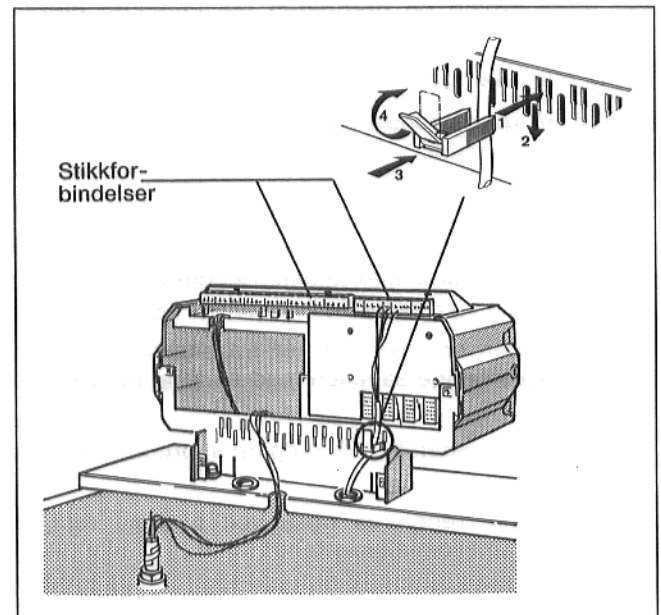

Fig. 26
- Elektriske tilkoblinger til stikkforbindelsene utføres på stedet i henhold til strømskjema (fig. 26).
- Kabellåsebånd med innlagt kabel settes inn i låsebånddrummen og sikres ved å vri hendelen (fig. 26).